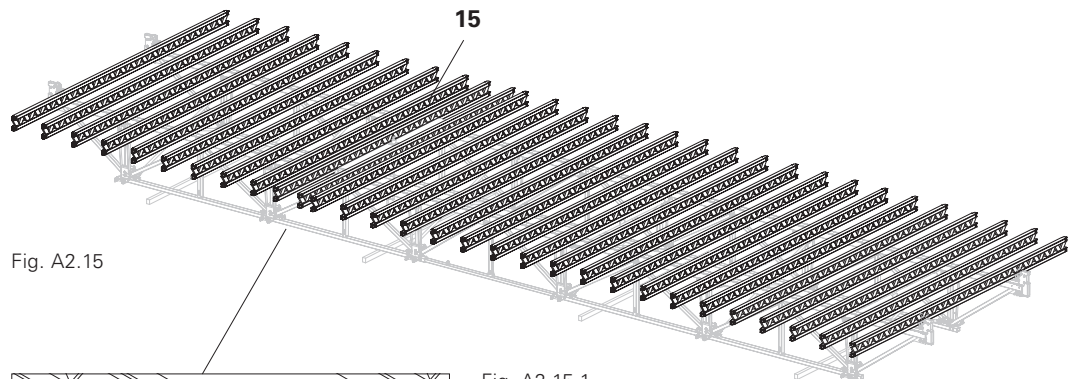

Fig. A2.15
1. Positionnez la poutre (15) selon le plan et alignez-la. (Fig. A2.15)